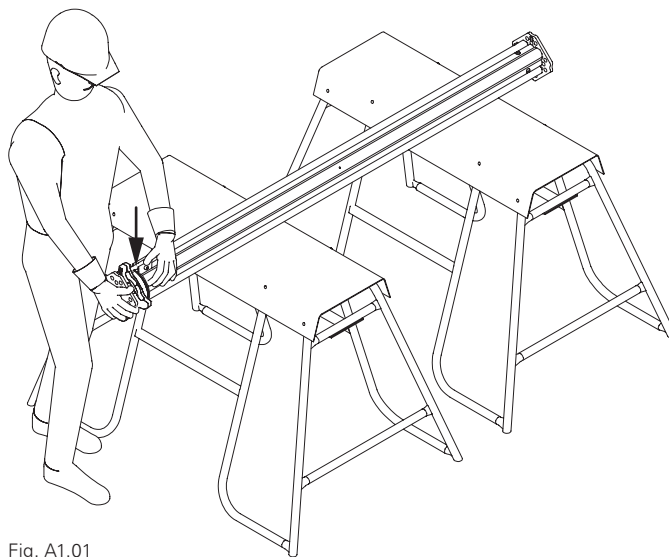

Fig. A1.01
Posare il MULTIPROP MP (1) con tubo interno rientrato su cavalletto/barella di impilaggio. (Fig. A1.01)